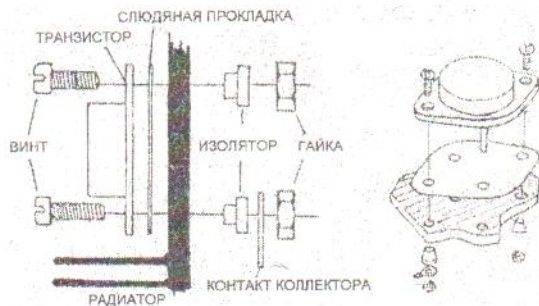

Рис.5 Установка транзисторов на радиатор
- установите, используя изоляторы, транзисторы Q2, Q3 на радиаторе (рис.5);